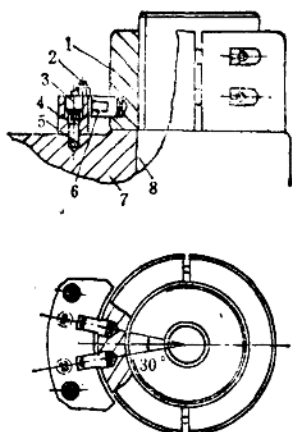

图13-2-12 某水压机立柱外侧螺母锁紧装置
② 超压预紧: 其超压值应为压机额定压力的 1.25 倍, 在此压力下加压, 使立柱略微增长, 旋紧立柱内侧螺母。一般不用此法, 因为它达不到应力为 $1000 \times 10^5 \text{Pa}$ 以上的预紧力, 还会损坏水压机上横梁以内侧螺母为水平基准的安装精度。
3) 立柱螺母的机械锁紧, 虽然加热预紧螺母, 但仍可能发生松动, 为此再辅以机械锁紧较为可靠。图13-2-12所示, 是某水压机立柱外侧螺母锁紧装置, 在螺母径向预钻两个放销子的孔, 放入两个销子, 然后用锁紧环卡住该销子, 并用螺钉将这个锁紧环固定在横梁上, 实践证明, 防松有效。